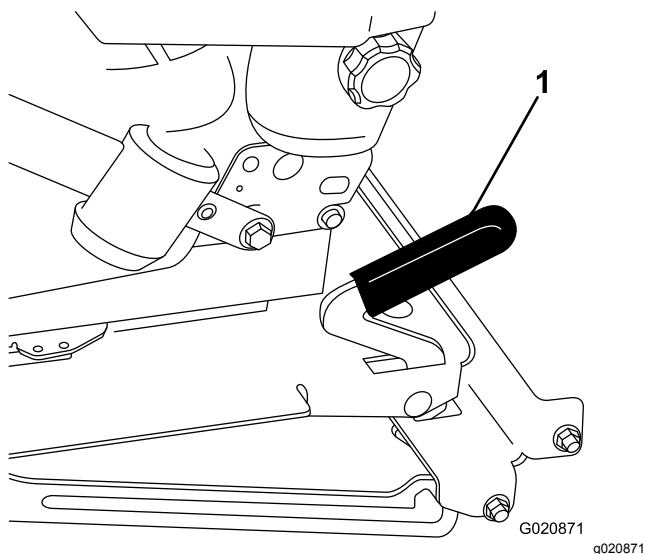

Figure 56
2. Tirez le verrou du siège vers l'avant et soulevez-le pour déverrouiller le siège (Figure 56).